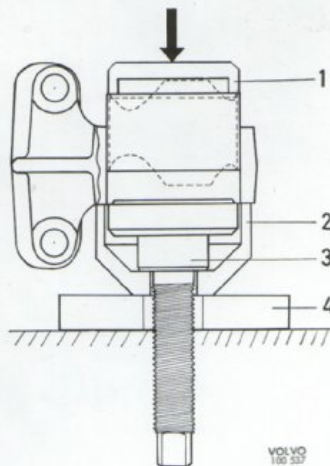

Bild 2. Montering av gummikudde
3. Vid ipressning av den nya kudden användes hylsan (2 bild 2) och spindeln (3) som underlag. En platta med hål (4), V-block eller dylikt användes för att